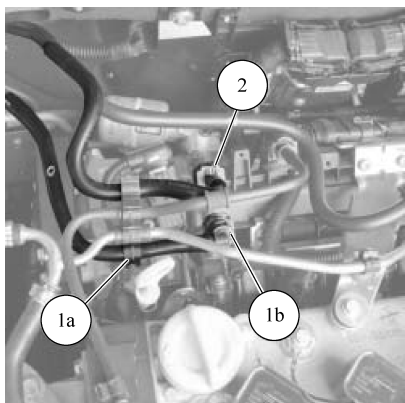

图 4-12 断开输油管
- 27) 打开夹子 (1a) 并从燃油歧管侧断开输油管 (1b) 的快速插接器, 如图 4-12 所示。